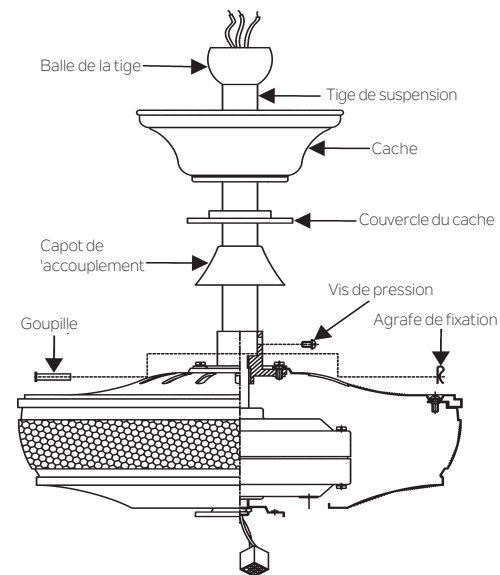

Fig. 9
**Étape 8.** Faites glisser le couvercle d'accouplement, l'anneau de sécurité, le couvercle du cache et le cache sur la tige de suspension. Visser la balle de suspension sur la broche de suspension, insérer la broche transversale par la tige de suspension et serrer. Serrer maintenant la vis de pression. (Fig. 9)